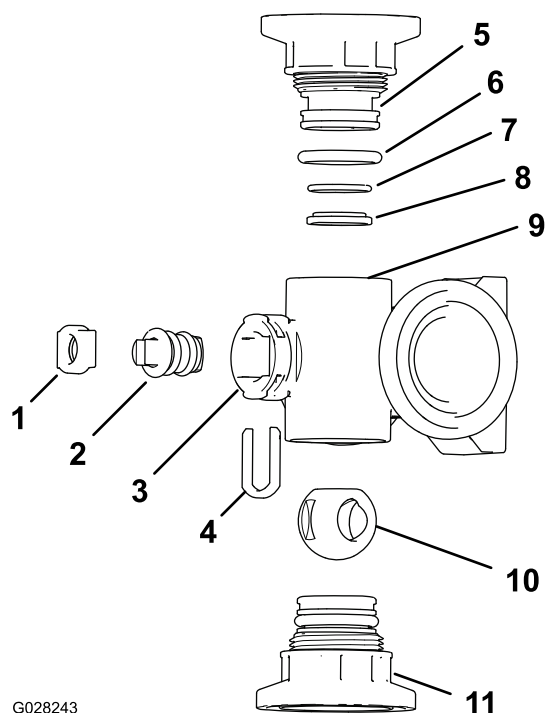

Figura 108
2. Retire o conjunto das duas uniões de cada extremidade do corpo do coletor (Figura 108 e Figura 109).
4. Retire a fixação da haste das ranhuras na porta da haste no coletor (Figura 108 e Figura 109).
5. Retire a fixação da haste e o encaixe da haste da válvula do coletor (Figura 108 e Figura 109).
6. Do corpo do coletor, retire o conjunto da haste da válvula (Figura 108 e Figura 109).
1. Verifique o estado dos anéis de retenção da união de saída (apenas coletor da válvula de secção), dos anéis de retenção do tampão, dos anéis de retenção de encaixe posterior, do encaixe da esfera para ver se há danos ou desgaste (Figura 108 e Figura 109).
2. Aplique lubrificante na haste da válvula e insira-a no encaixe da haste da válvula (Figura 108 e Figura 109).
3. Instale a haste da válvula e o encaixe no coletor e fixe a haste e o encaixe com a fixação da haste (Figura 108 e Figura 109).
4. Certifique-se de que o anel de retenção de encaixe posterior e o encaixe da esfera estão alinhados e encaixados na união do tampão (Figura 108 e Figura 109).
5. Instale o conjunto da união do tampão no corpo do coletor até a flange da união do tampão tocar no corpo do coletor (Figura 108 e Figura 109); depois rode a união do tampão mais 1/8 a 1/4 de volta.